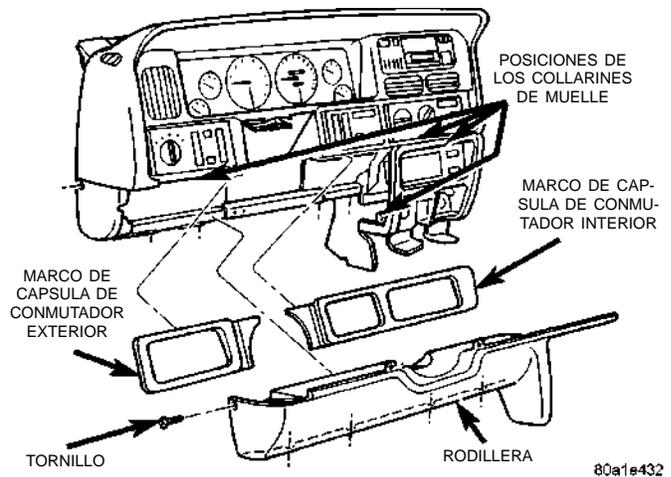

Fig. 4 Desmontaje/instalación de la rodillera
- (1) Desconecte y aisle el cable negativo de la batería.
- (2) Retire ambos marcos de cápsula de conmutadores tal como se describe en este grupo.
- (3) Retire un tornillo de cada lado de la columna de dirección, estos tornillos sujetan el borde superior de la rodillera/tapa de la columna de dirección al panel de instrumentos (Fig. 4).
- (4) Retire un tornillo que asegura el extremo izquierdo de la rodillera al tablero de instrumentos.
- (5) Retire los cuatro tornillos que aseguran el borde inferior de la rodillera al refuerzo del tablero de instrumentos inferior.
- (6) Con una varilla de tapicería u otra herramienta de hoja ancha y plana apropiada, haga palanca suavemente en los bordes de la rodillera para separarla del tablero de instrumentos en las posiciones que se muestran (Fig. 4).